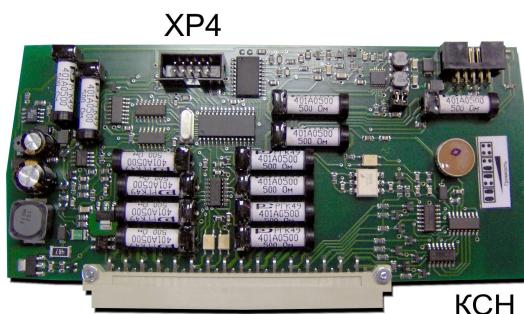

Рисунок 18 - Внешний вид КЧН и разъема XP4
4) Подключить кабель связи к разъему XP4 КЧН (рисунок 18).